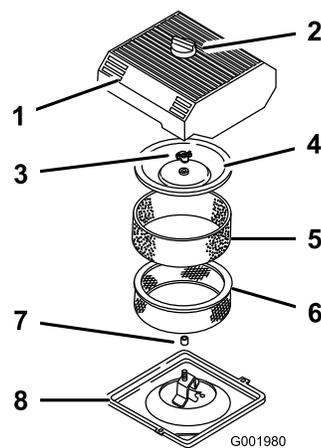

Figura 47
3. Pulite intorno al filtro dell'aria per evitare che la morchia possa penetrare nel motore provocando gravi danni (Figura 47).
4. Svitare la manopola sul coperchio del filtro dell'aria e togliete il coperchio (Figura 47).
5. Togliete con cautela l'elemento in schiuma sintetica dall'elemento di carta (Figura 47).
6. Svitare il dado del coperchio e togliete sia il coperchio che l'elemento di carta (Figura 47).
1. Infilate con cautela l'elemento in schiuma sintetica sopra l'elemento di carta del filtro dell'aria (Figura 47).
3. Avvitare a fondo, manualmente, il dado contro il coperchio (Figura 47).
4. Montate il coperchio del filtro dell'aria e la manopola (Figura 47).